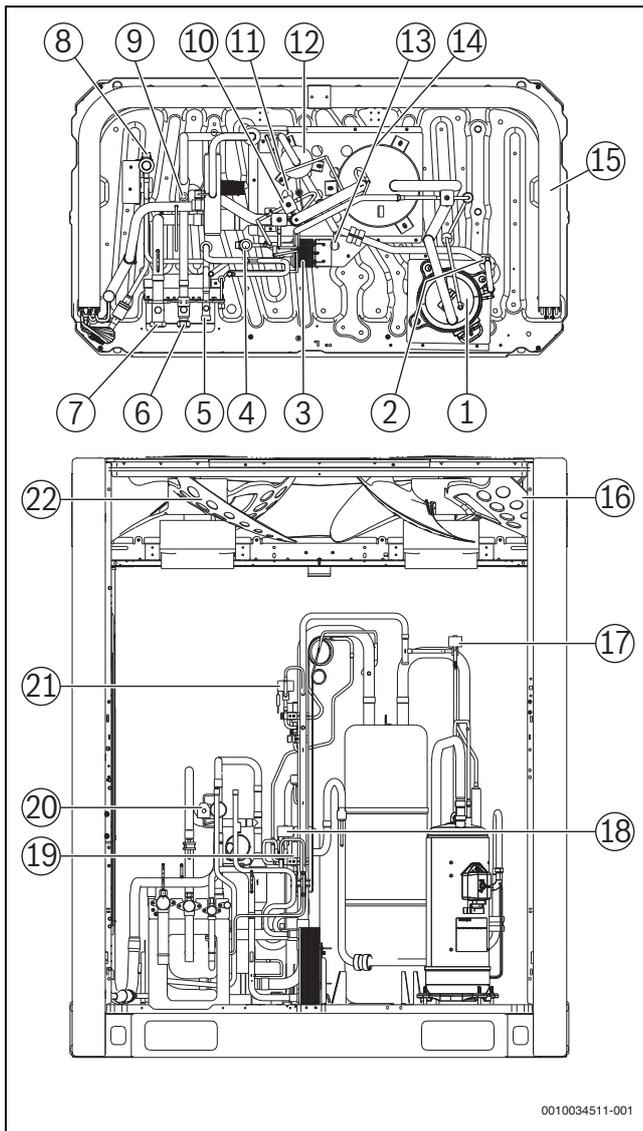

Рис. 57 Расположение компонентов
**Обозначения на рис. 57 и 58:**